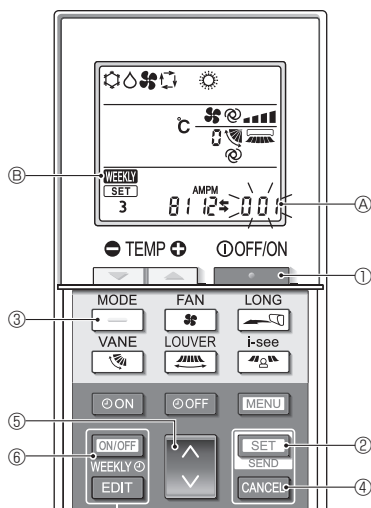

Fig. 4-12
4.12.8. Désactivation du mode AUTO (Fig. 4-12)
- Appuyez sur la touche **POWER** ① pour arrêter le climatiseur.
- Si la minuterie hebdomadaire est activée, appuyez sur la touche **ON/OFF WEEKLY** ⑥ pour la désactiver. (**WEEKLY** ⑥ disparaît.)
- Appuyez sur la touche **SET** ③ pendant 5 secondes.
- L'appareil passe en mode de réglage des fonctions. (Le numéro de réglage du modèle (A) clignote.)
- Appuyez sur la touche **DOWN** ⑧.
- Achèvement des réglages (Fig. 4-12)